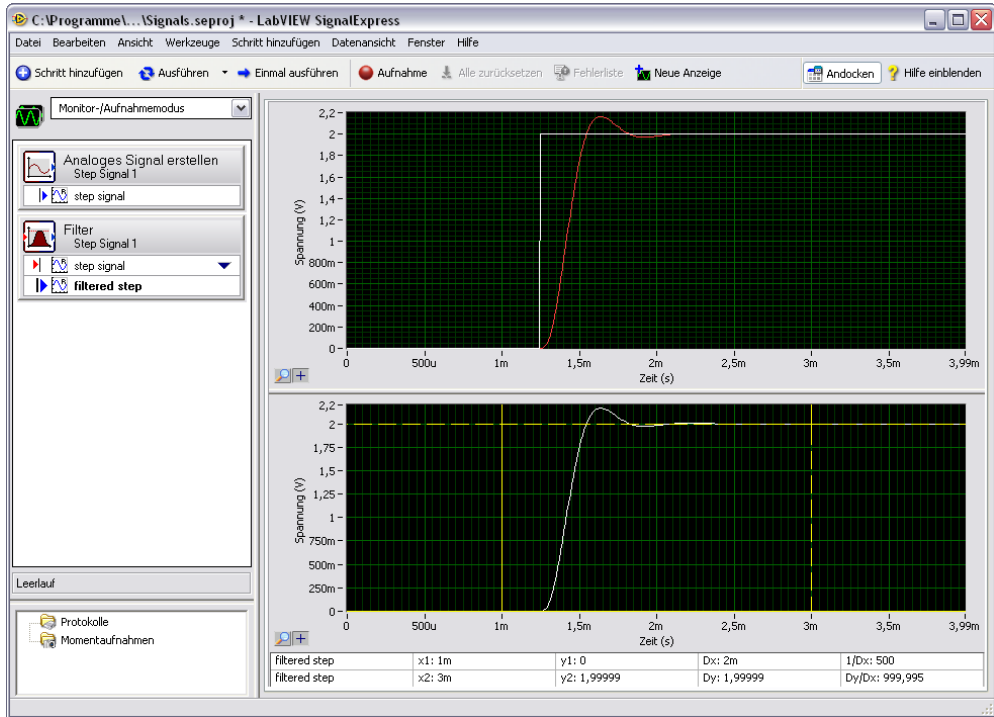

Abbildung 4-1. Signals.seproj
6. Klicken Sie den neuen Graphen mit der rechten Maustaste an und wählen Sie aus dem Kontextmenü die Option **Sichtbare Objekte» Cursor** aus, so dass zwei interaktive Cursor eingeblendet werden (vgl. Abbildung 4-1).